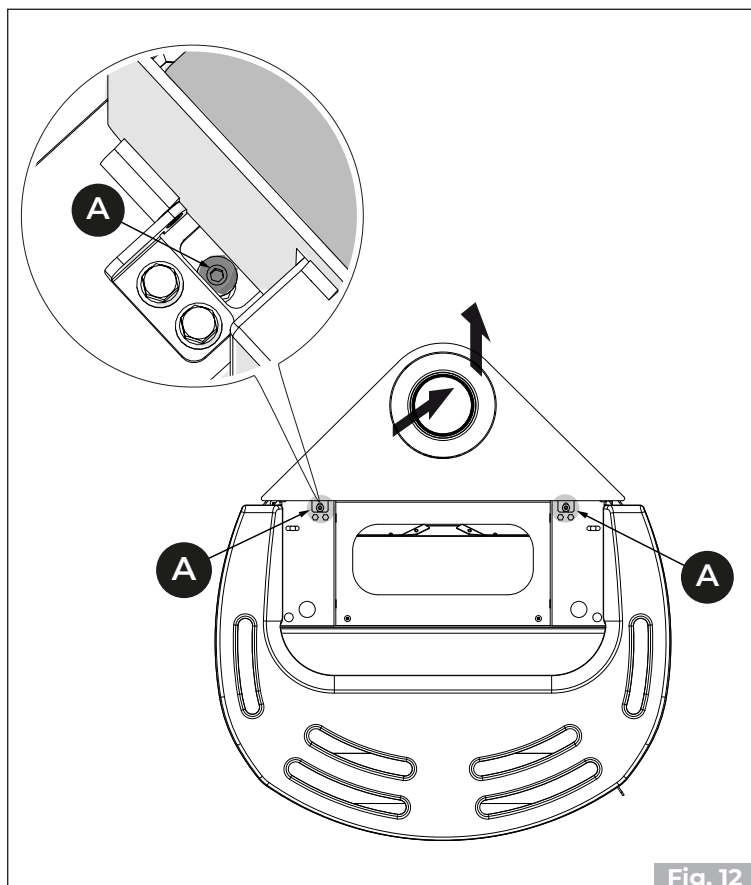

Fig. 12
- Allentare le viti **(A)** ed estrarre il piano **(B)**. **(Fig. 12)**